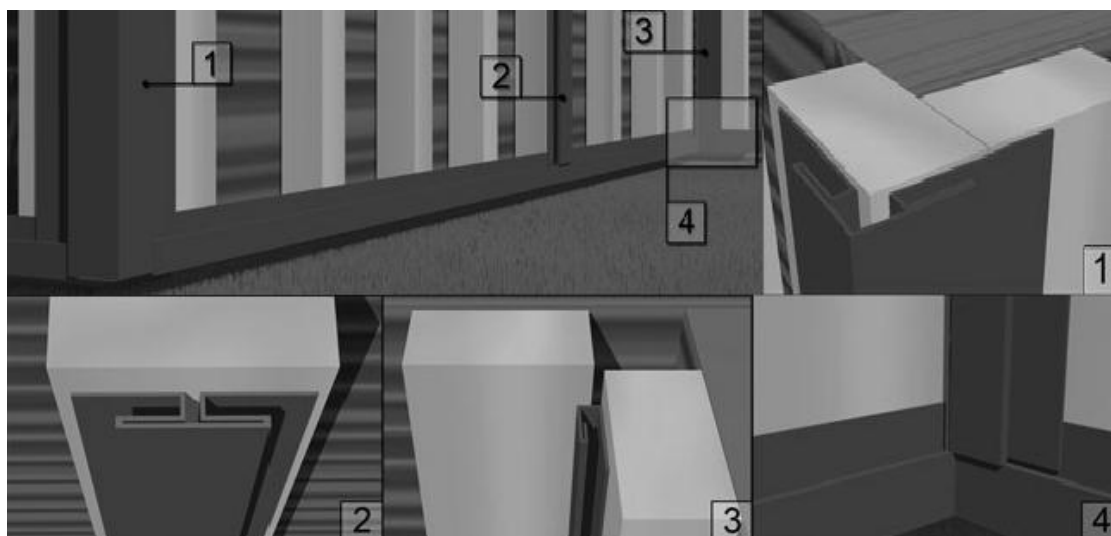

рисунок 6
- Типовые узлы с использованием декоративных планок (рис.6):